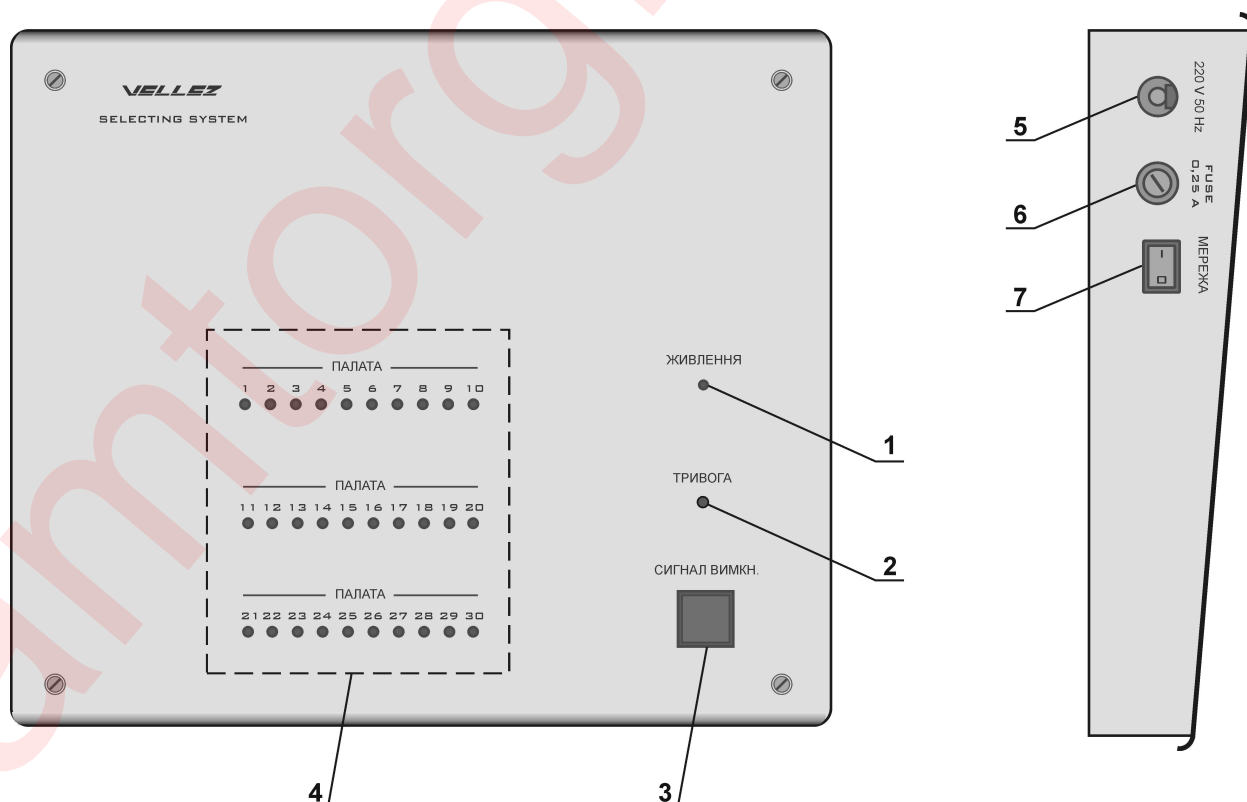

Рисунок 2
9.1 Размещение органов управления и индикации на передней и боковых панелях пульта дежурной медсестры приведены на рис. 2.